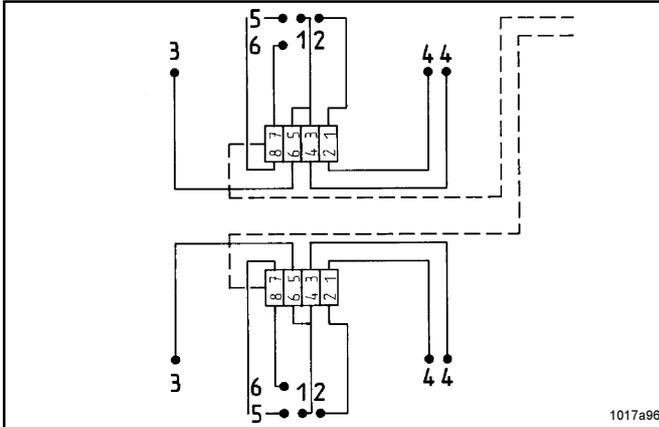

Fig. 36 : répartir les points de graissage
- Fermer les sorties qui ne seront pas utilisées (p. ex. sortie n° 5 ou 6, fig. 36), **sauf les sorties n° 1 et 2.**